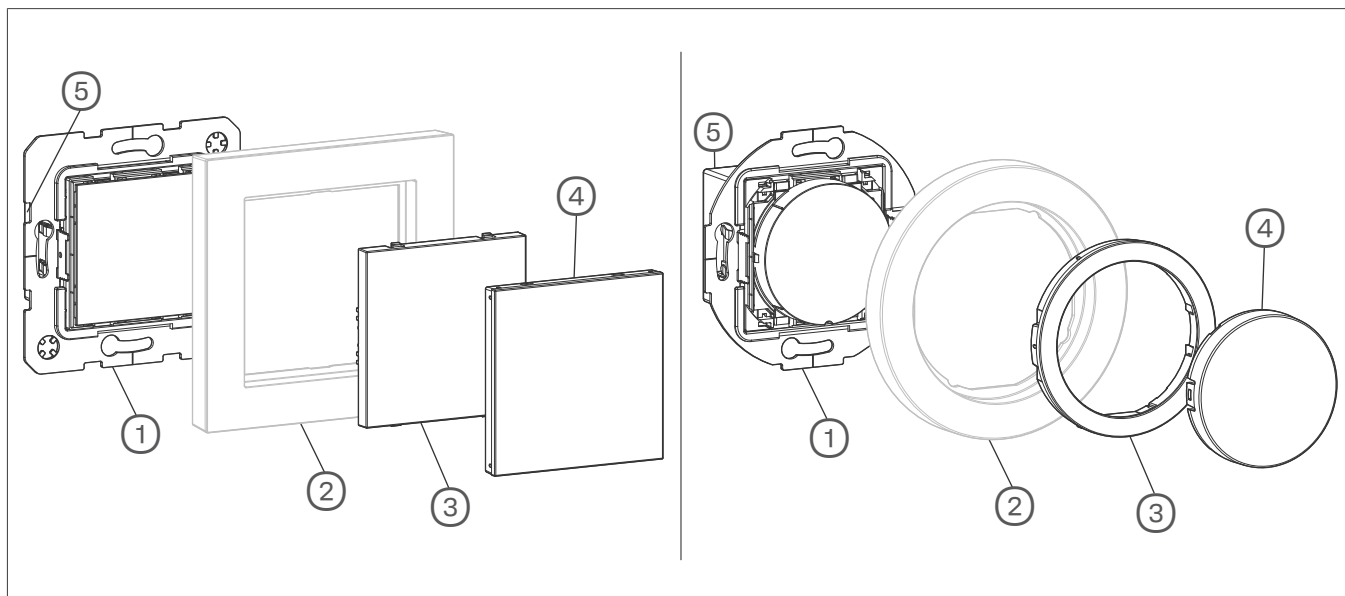
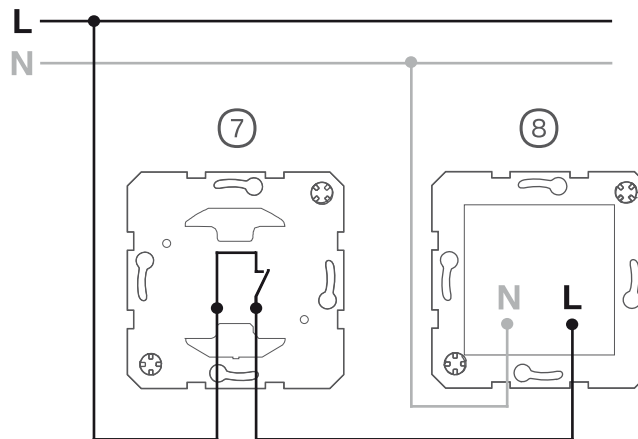

Bild 1: LED-Signallicht A.x/C.x (links), runde Serien (rechts)
Bild 2: Anschlussbeispiel LED-Signallicht, weiße Beleuchtung
- ① LED-Signallicht mit Aus-/Wechselschalter (7) verdrahten (Bild 2).
- ② Einsatz (8) in eine Gerätedose montieren. Die Anschlussklemmen müssen unten liegen.
- ③ LED-Signallicht komplettieren (Bild 1).
- ④ Rahmen (2) über dem Tragring des Einsatzes (1) positionieren.
- ⑤ Bei Bedarf eine Folie (3) unter der Haube platzieren.
- ⑥ Haube (4) auf den Einsatz stecken bis sie einrastet.
- ⑦ Zentralstück (5) aufrasten.
- ⑧ Netzspannung einschalten.